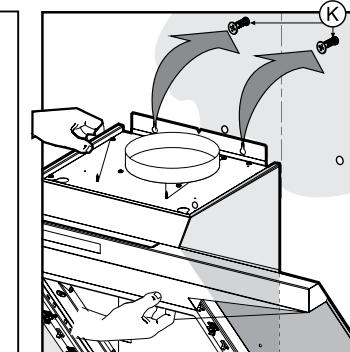

Рис. 12
4. Заверните два верхних шурупа крепления вытяжки так, чтобы на них можно было подвесить вытяжку без декоративных коробов воздуховода (рис.12). Подвесьте вытяжку на шурупы K, выравнивая ее в горизонтальном положении. По завершении выравни-